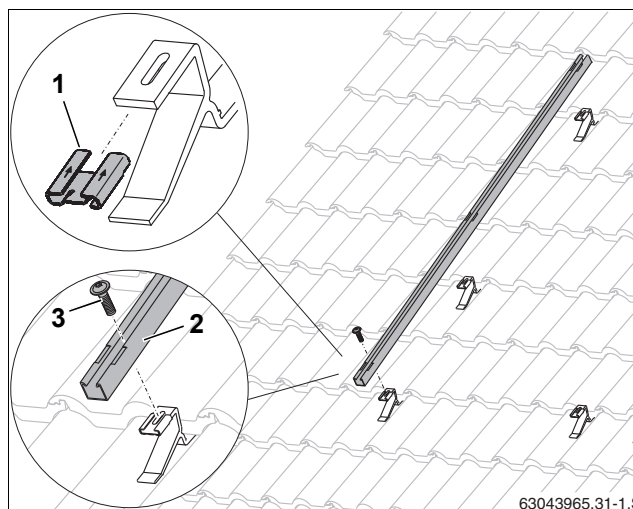

Рис. 29 Крепление профиля для повышенной снеговой нагрузки
- ▶ Наденьте сдвижную гайку (рис. 29, [1]) по направлению, указанному стрелкой, на кровельный крюк.
- ▶ Уложите профиль (рис. 29, [2]) на кровельный крюк и закрепите винтом М8 (рис. 29, [3]).